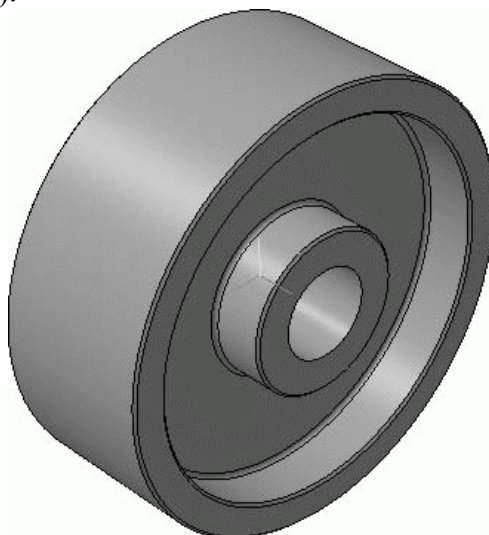

Рис. 3.54. Заготовка зубчатого колеса
2. Выделите эскиз и нажмите кнопку Операция вращения на панели инструментов Редактирование детали. На вкладке Тонкая стенка панели свойств из раскрывающегося списка Тип построения тонкой стенки выберите значение Нет. Остальные настройки не изменяйте и нажмите кнопку Создать объект. В результате вы должны получить заготовку зубчатого колеса (рис. 3.54).